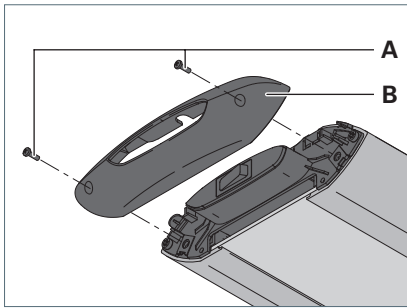
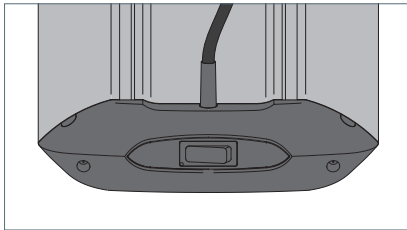

Fig. 3: Seitenteil montieren.
Fig. 4: Seitenteil und Tülle montiert.
- Montieren Sie das Seitenteil **B** mit den beigelegten Schrauben **A**, siehe Fig. 3 und siehe Fig. 4.